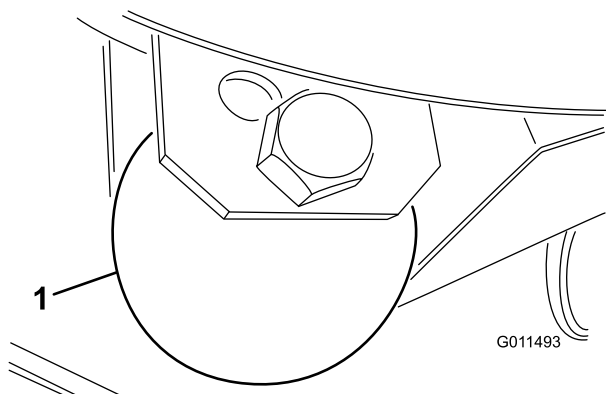

Figure 25
1. Enlevez le boulon et l'écrou qui fixent la roue de jauge aux supports du plateau de coupe (Figure 25).